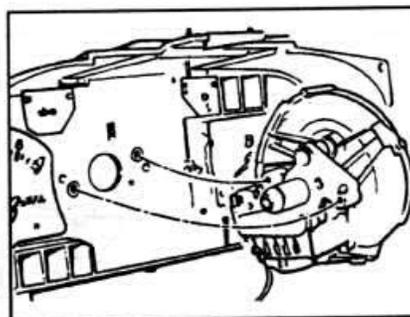

Рис. 12.56. Снятие спидометра с комбинации приборов.
- Снимите кнопку сброса на ноль суточного счетчика. Освободите 4 скобы крепления, отвинтите 2 винта и снимите спидометр (см. рис. 12.56).